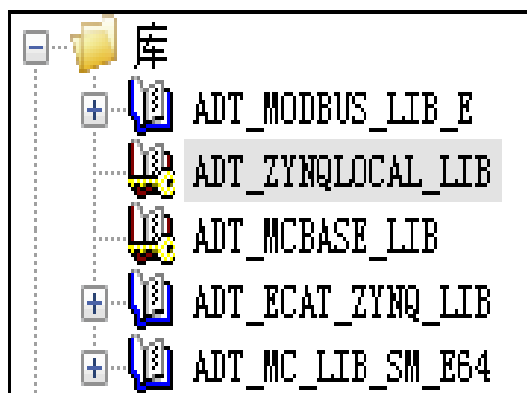

图 3 加入ADT_ZYNQLOCAL_LIB库
- 1) 控制器本体上只有模拟量输出接口，在使用时，首先加工程中加入“ADT_ZYNQLOCAL_LIB”固件库，如图3所示。